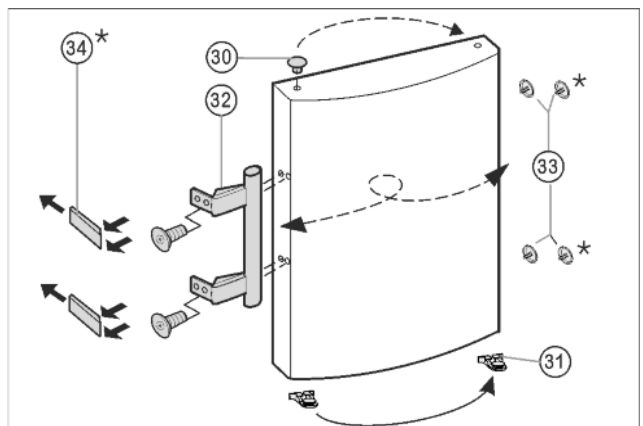

Fig. 9
- ▶ Haal Fig. 9 (30) de stop uit de deurlagerbus en plaats hem om.
- ▶ Demonteer deurgreep *Fig. 9 (32)*, stop *Fig. 9 (33)* en drukplaten\* *Fig. 9 (34)* en monteer ze aan de tegenoverliggende kant.